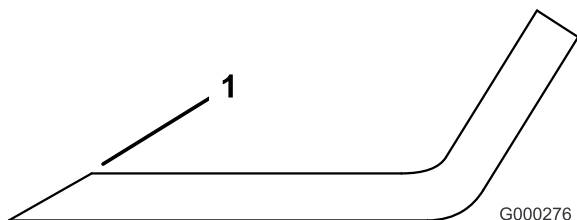

Figura 94
1. Utilice una lima para afilar el filo de corte en ambos extremos de la cuchilla (Figura 94). Mantenga el ángulo original. La cuchilla permanece equilibrada si se retira la misma cantidad de material de ambos bordes de corte.